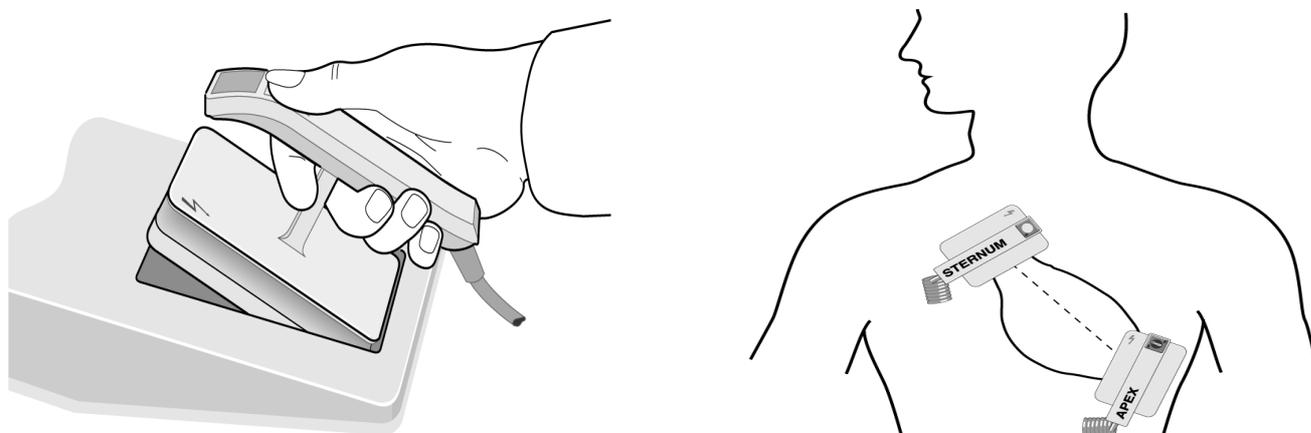

Fig. 5-1 Retrait des palettes hors de leurs compartiments, points d'application des palettes sur le thorax
- Retirez les palettes de leurs compartiments respectifs (Fig. 5-1). Faites-les sécher soigneusement si elles sont humides en faisant particulièrement attention aux poignées.
- Appliquez les palettes sur le thorax du patient de telle sorte que la plus grande quantité possible d'énergie traverse le myocarde. La ligne fictive reliant les points centraux des palettes devrait coïncider avec la médiane du cœur (Fig. 5-1).